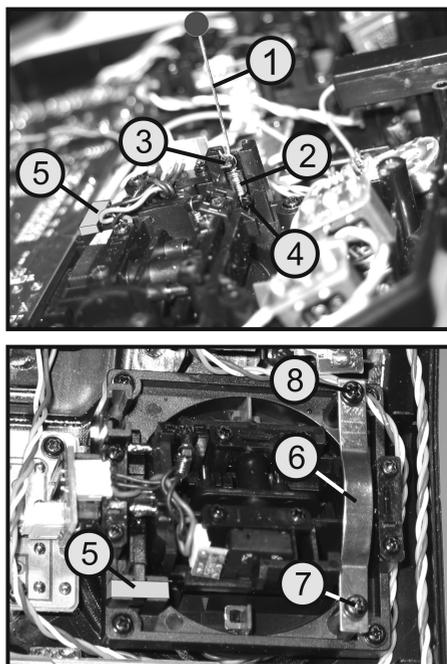

Figure 11
Fixez ensuite l'étrier d'arrêt (6), qui est joint à la télécommande, conformément à l'illustration ci-dessous dans la fig. 11. Faites attention à la position de montage de l'étrier. La vis inférieure (7) doit être bien serrée et la vis supérieure (8) suffisamment jusqu'à ce que la résistance souhaitée au niveau du mouvement du levier de commande soit atteinte.